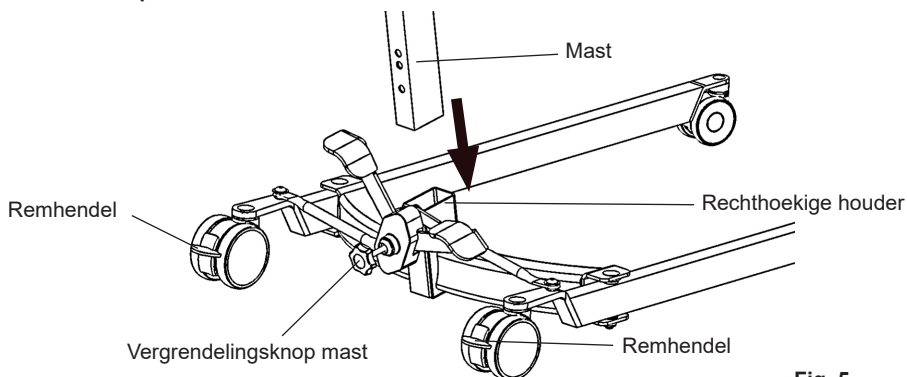

Fig. 5
2. Zet de achterwielen op de rem door de remhendels (fig. 5) naar beneden te duwen.
3. Bevestig de mast aan het chassis. De mast wordt in de rechthoekige houder boven en midden op het chassis geplaatst. (Fig. 5 - model met handmatige bediening onderstel).
4. Wanneer de mast volledig in de houder is geplaatst, draait u de vergrendelingsknop van de mast (fig. 5) met de klok mee vast, totdat deze helemaal vast zit.